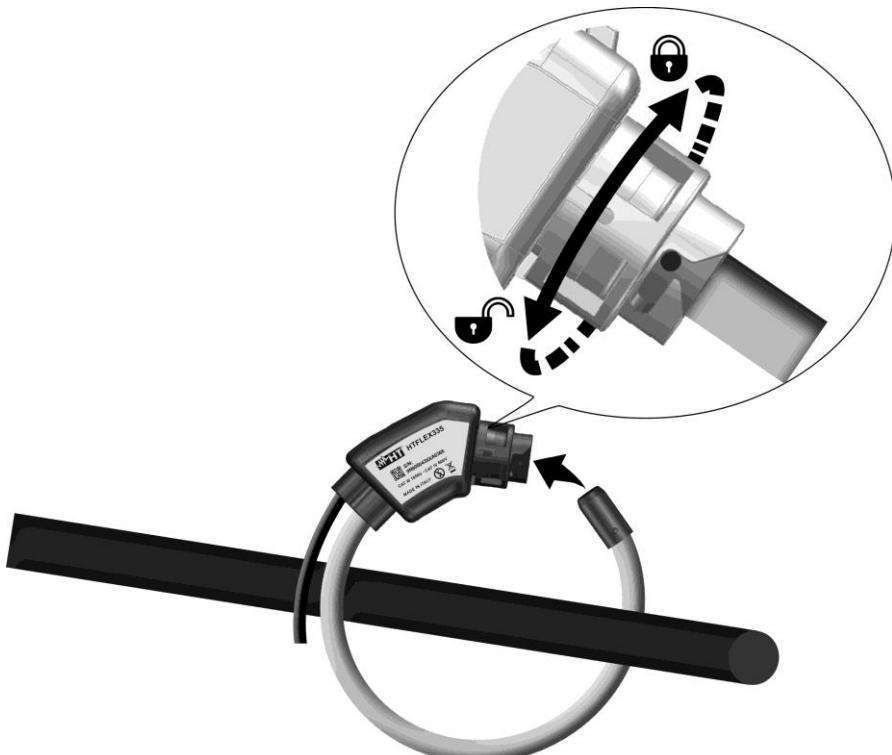

Fig. 3: Conexión de la pinza flexible sobre el conductor
2. Fijar el cierre girando hacia la derecha el anillo como se muestra en la Fig. 3